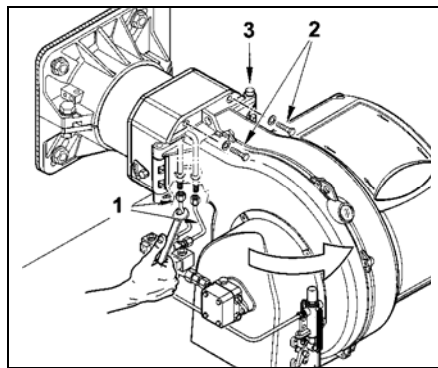

Рис. 1
- 2) Открутите четыре винта 2 и поверните горелку с помощью шарнира относительно оси 3 (см. рис.1).